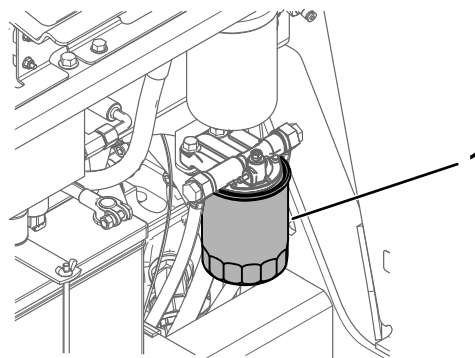

Figura 53
5. Coloque un recipiente limpio debajo del cartucho del filtro de combustible (Figura 53).